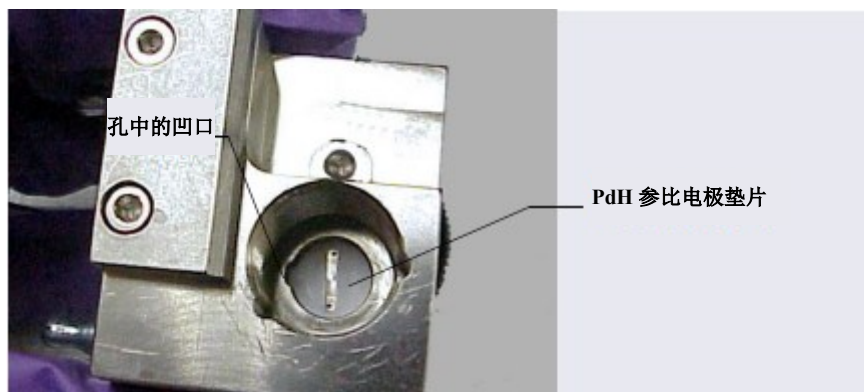

图 10-73. 拆除 PdH 参比电极垫片
- 使用镊子，从电极孔上拆除 PdH 参比电极垫片（见图 10-73）。